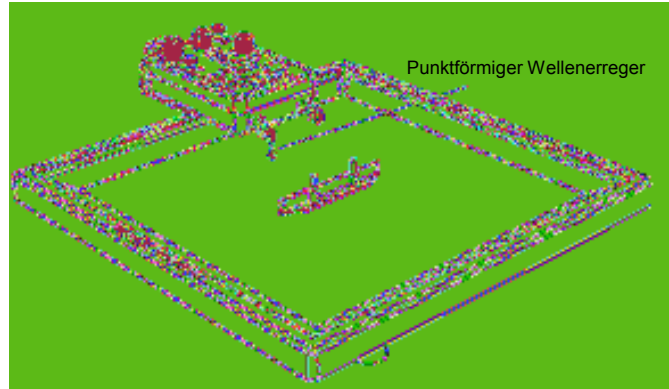

Abb. 5.2 Anordnung des Beugungsobjektes
- Das lange Beugungsobjekt etwa in der Wannenmitte so anordnen, dass die Mitte des Beugungsobjekts eine Linie mit dem punktförmigen Wellenerreger bildet. Das Beugungsobjekt dabei parallel zur Vorderseite des Vibrationsgenerators legen (vgl. Abb. 5.2).